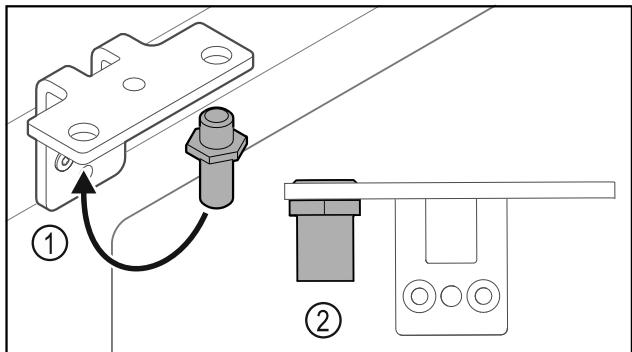

Fig. 25
- Переставьте палец Fig. 25 (1) в шарнирном уголке.
- Затяните палец Fig. 25 (2) с **моментом 12 Нм**.